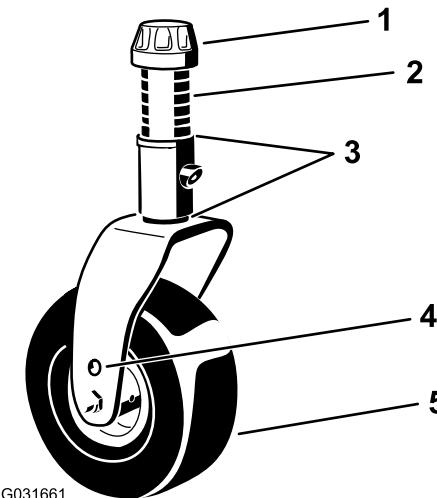

Bild 17
4. Lösen Sie die Spannkappe mit dem mitgelieferten Schraubenschlüssel für die Laufradkappe und nehmen sie von der Laufradspindelwelle ab. Schieben Sie die Laufradwelle aus dem Laufradarm heraus (Bild 17).
7. Legen Sie die Beilagscheiben (wie ursprünglich montiert) und die restlichen Distanzstücke auf die Welle (Bild 17).
8. Setzen Sie die Spannkappe ein und ziehen Sie sie mit dem mitgelieferten Schraubenschlüssel für die Laufradkappe an (Bild 17).